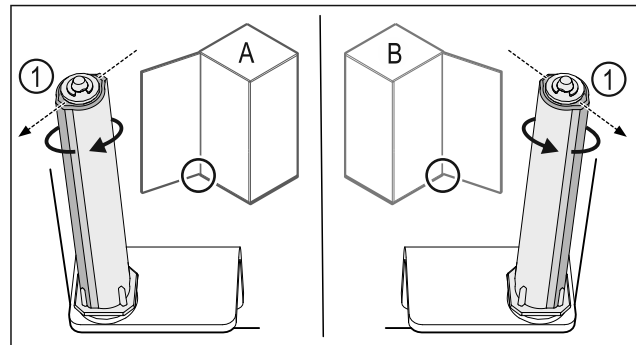

Fig. 38 Links scharnierend (A) / rechts scharnierend (B)
- Sluitsysteem tegen de weerstand in draaien tot het schot van het sluitsysteem Fig. 38 (1) naar buiten wijst.